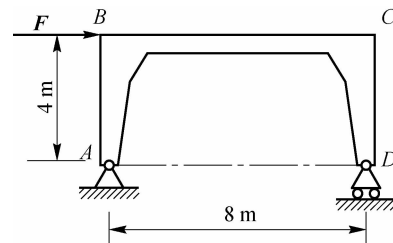

图 1-19
18. 门式刚架如图 1-19 所示, 在 B 点受一水平力 $F = 20$ kN, 不计刚架自重, 求支座 A、D 的约束反力。